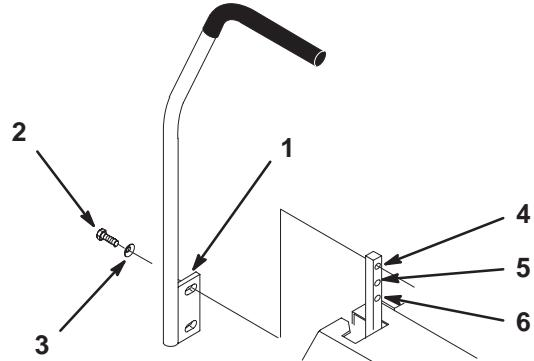

Figure 4
- Retirez les 4 boulons (3/8 x 1") et 4 rondelles élastiques (3/8") qui fixent les leviers de commande de déplacement aux axes des bras de commande pour l'expédition (Fig. 4).
- Placez les leviers (plaqué de montage dirigée vers l'arrière) à l'extérieur des axes des bras de commande et fixez-les en place au moyen des 4 boulons (3/8 x 1") et 4 rondelles élastiques (3/8") (Fig. 4).
- Alignez l'avant et l'arrière des leviers, l'un par rapport à l'autre, en position point mort. Desserrez les fixations et réglez en faisant glisser/en inclinant le(s) levier(s) en avant ou en arrière jusqu'à ce qu'ils soient correctement alignés (Fig. 4).